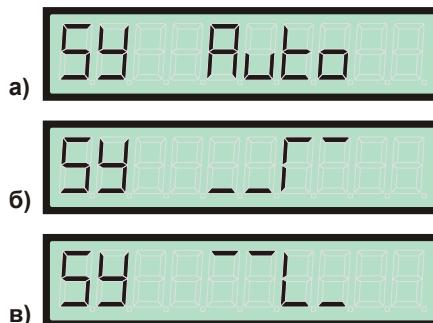

Рис. 7. Меню режимов синхронизации: режим автогенерации (а), режим внешней синхронизации по фронту (б) и по спаду (в).
- режим автогенерации (рис. 7а)
- режим внешней синхронизации по фронту (рис. 7б)
- режим внешней синхронизации по спаду (рис. 7в)